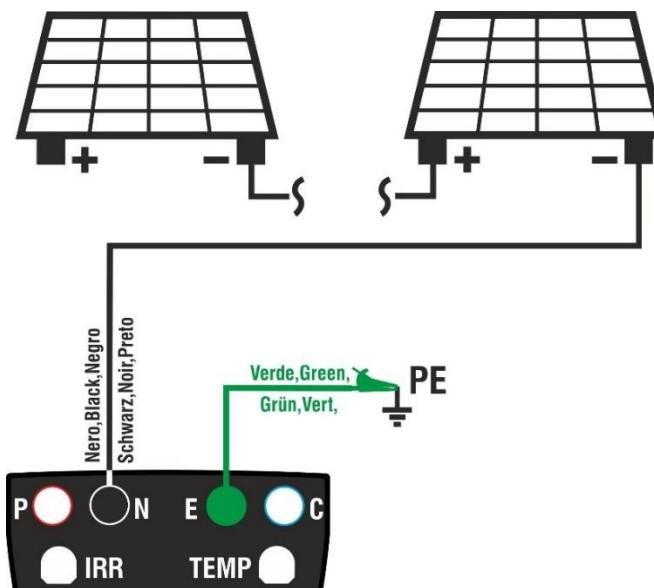

Fig. 8: Connexion de l'instrument pour la mesure de l'isolation en mode TMR
8. Connectez l'instrument à la chaîne PV à l'essai comme indiqué dans la Fig. 8. Le test peut également être effectué sur plusieurs chaînes en parallèle les unes des autres. Il est rappelé qu'il est également nécessaire de sectionner les éventuels déchargeurs connectés aux câbles de la chaîne/chaînes et qu'il est conseillé d'effectuer la mesure en amont des éventuelles diodes de blocage.